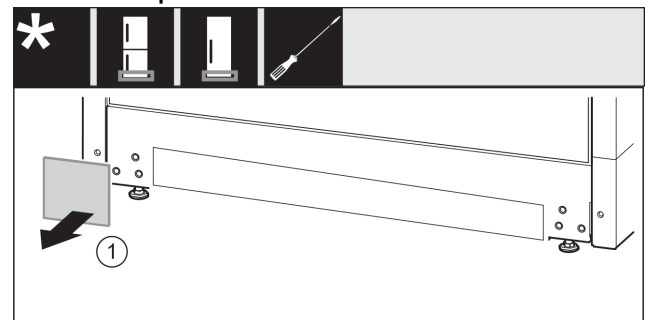

Fig. 12
- ▶ Retirar la cubierta. Fig. 12 (1)